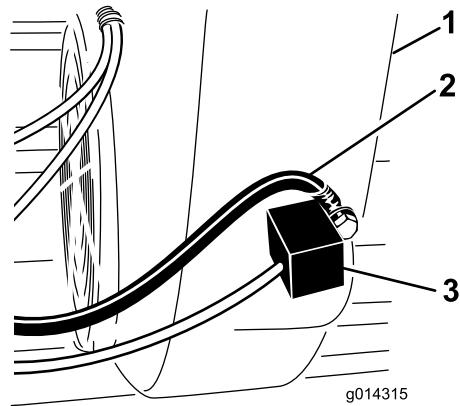

Figura 5
- Localize o módulo de ignição do motor no lado inferior e a cobertura do motor (Figura 5). Encontra-se na extremidade frontal do conjunto do motor.